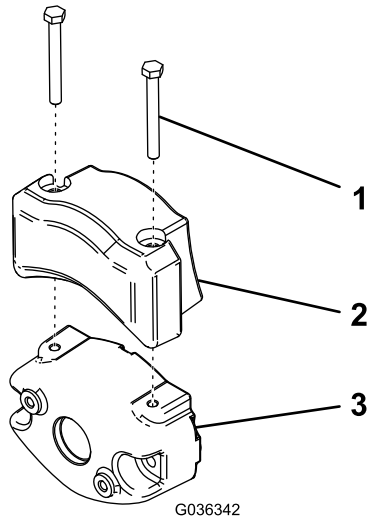

Figura 50
2. Prenda o contrapeso elétrico no contrapeso existente com dois parafusos como se mostra na Figura 50.